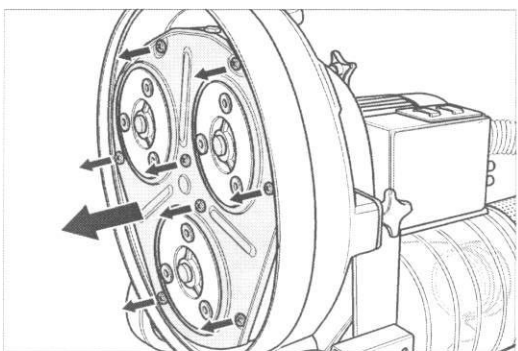

Fig. 54 Dévissez ensuite les huit vis et enlevez la tôle de recouvrement.
- 6 Desserrez les huit vis de la tôle de recouvrement et enlevez celle-ci. (fig. 54).